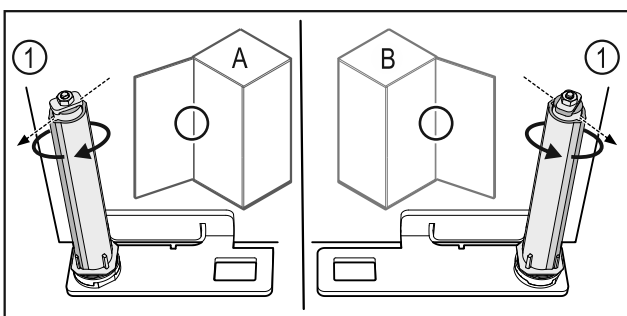

Fig. 56 Butée à gauche (A) / butée à droite (B)
- Tourner le système de fermeture contre la résistance jusqu'à ce que son arête Fig. 56 (1) pointe vers l'extérieur.